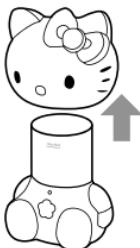

Рис. 1
- Для наполнения увлажнителя воздуха (ароматизатора) водой снимите распылитель с корпуса прибора (рис. 1).